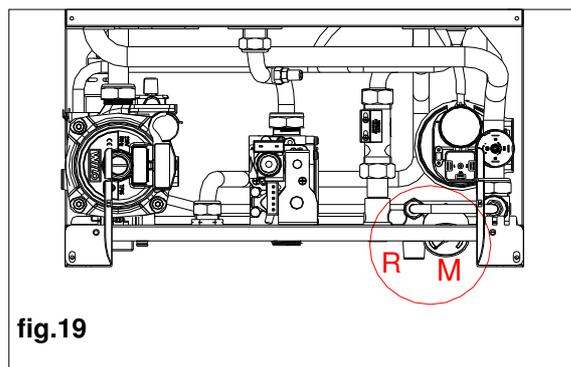
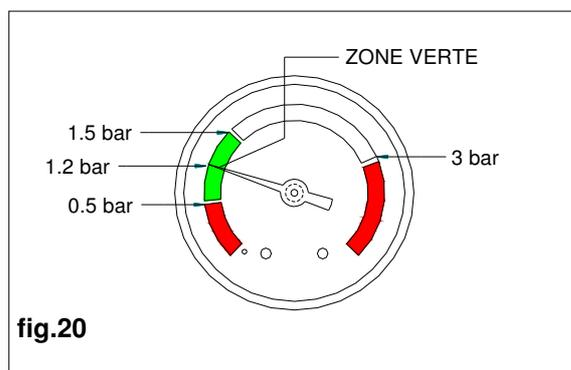

fig.19
fig.20
Pour rétablir la pression de l'eau dans le circuit, ouvrir le robinet de remplissage **R** (fig. 19) et contrôler, au moyen du manomètre **M**, que la pression du circuit arrive à la moitié de la zone verte correspondant à 1,2 bars (voir fig. 20).
**Au terme de cette opération, s'assurer que le robinet de remplissage R (fig. 19) est bien fermé.**
- Vérifier que la pression de l'eau du circuit de chauffage, lue au niveau du manomètre **M** (fig.19) ne soit pas inférieure à 1,2 bars (fig. 20) ;